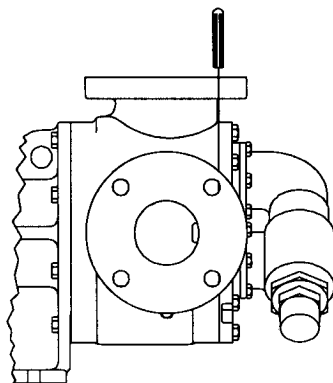

FIGURA 20
6. Ahora el cabezal se puede ensamblar en la bomba. Incline levemente la parte superior del cabezal de la bomba lejos de ésta hasta que la sección en forma de media luna ingrese al diámetro interior del rotor y gire la polea guía hasta que sus dientes se engranen con los dientes del rotor. Alinee la marca del cabezal y la carcasa, los cuales se marcaron anteriormente para garantizar un reensamble correcto. Asegúrese de que el pasador de la polea guía, que está desviada en el cabezal de la bomba, se ubica hacia las conexiones de los puertos y a una distancia igual de éstas, para permitir el flujo adecuado de líquido por la bomba. Apriete los tornillos prisioneros del cabezal (o las tuercas en los pernos en el tamaño Q). Verifique el espacio final con una galga de espesores, como se ilustra. Consulte la **Figura 20 en la página 11**. Si el espacio final no es correcto, consulte la sección **AJUSTE DEL ESPACIO FINAL DE LA JUNTA DEL CABEZAL en la página 11**.
Si la bomba está en la tubería y no se puede acceder a ella por los puertos, retire el cabezal y las juntas. Vuelva a colocar el cabezal y mida el espacio como se muestra. Consulte la **Figura 20**. Después de determinar el espacio entre el cabezal y la carcasa, seleccione una combinación de juntas con aproximadamente 25% más de espesor total que la galga de espesores más el espacio final requerido. Consulte la **Figura 18 en la página 10**. **Nota:** Las juntas se comprimirán cuando se apriete el cabezal. Retire el cabezal, instale todas las juntas y la junta tórica, y luego instale el cabezal. Apriete los tornillos prisioneros del cabezal y luego revise la bomba asegurándose de que ésta gire libremente con la mano.